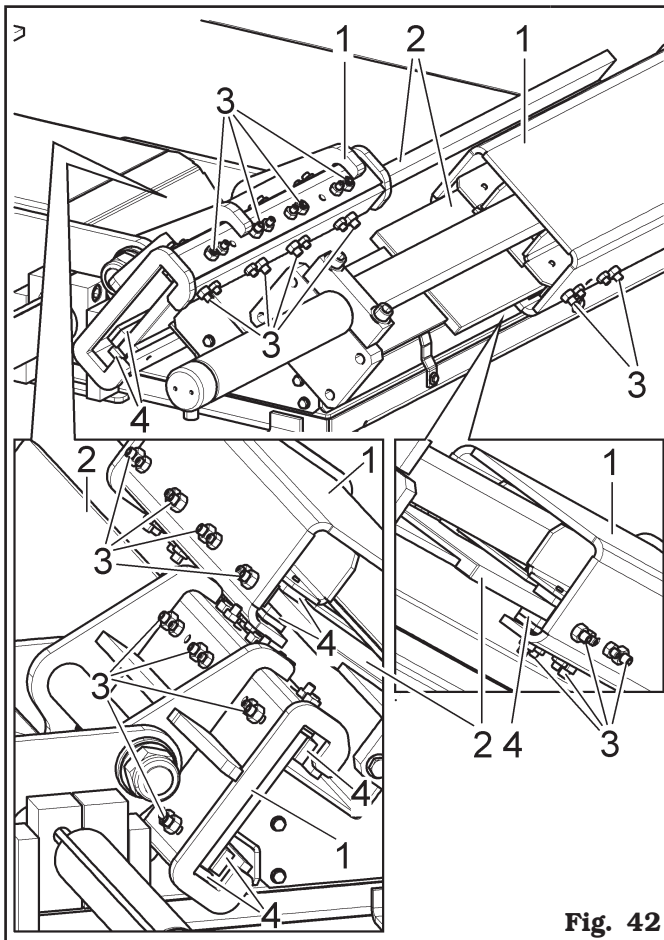

Fig. 42
- C.** Vérifier périodiquement et, si nécessaire, exécuter le réglage du jeu de la glissière (**Fig. 42 réf. 1**) sur le plateau de guidage (**Fig. 42 réf. 2**) en agissant sur les vis de réglage (**Fig. 42 réf. 3**) des patins (**Fig. 42 réf. 4**).